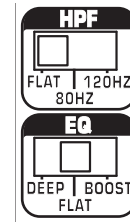

figure 1
2. Mettre les boutons HPF et EQ sur Flat (figure 1).